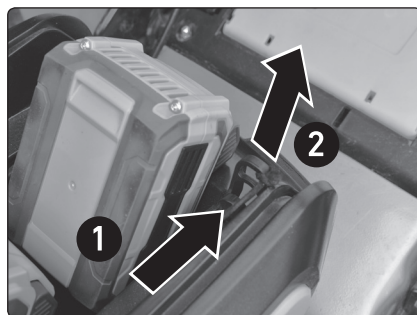

Abb. 5
- Falls Sie den Rasenmäher unbeaufsichtigt oder eingelagert lassen wollen, ziehen Sie den Kontaktschlüssel (Abb. 1, Position 5), der als eine zusätzliche Sicherheitsvorrichtung gegen unbeabsichtigtes Einschalten des Rasenmähers dient. Drücken Sie zuerst den Entriegelungshebel am Kontaktschlüssel und während Sie den Hebel gedrückt halten, ziehen Sie den Schlüssel heraus, siehe Abb. 5. Falls Sie den Rasenmäher längere Zeit nicht benutzen wollen, nehmen Sie aus ihm den (die) Akku(s) heraus.